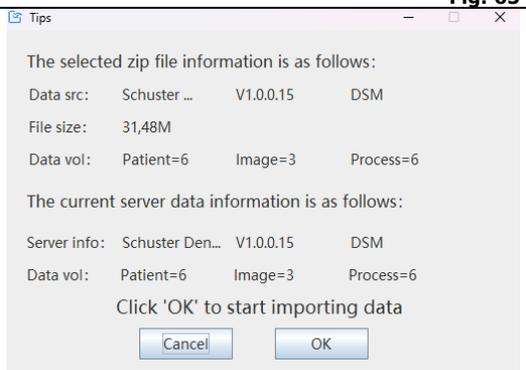

Fig. 66
b. Selecionar o arquivo compactado desejado. Na aba seguinte (Fig. 66) será informado a quantidade de pacientes e imagens presentes no arquivo selecionado. Clicar em "OK". Uma mensagem de conclusão irá aparecer ao final do processo.